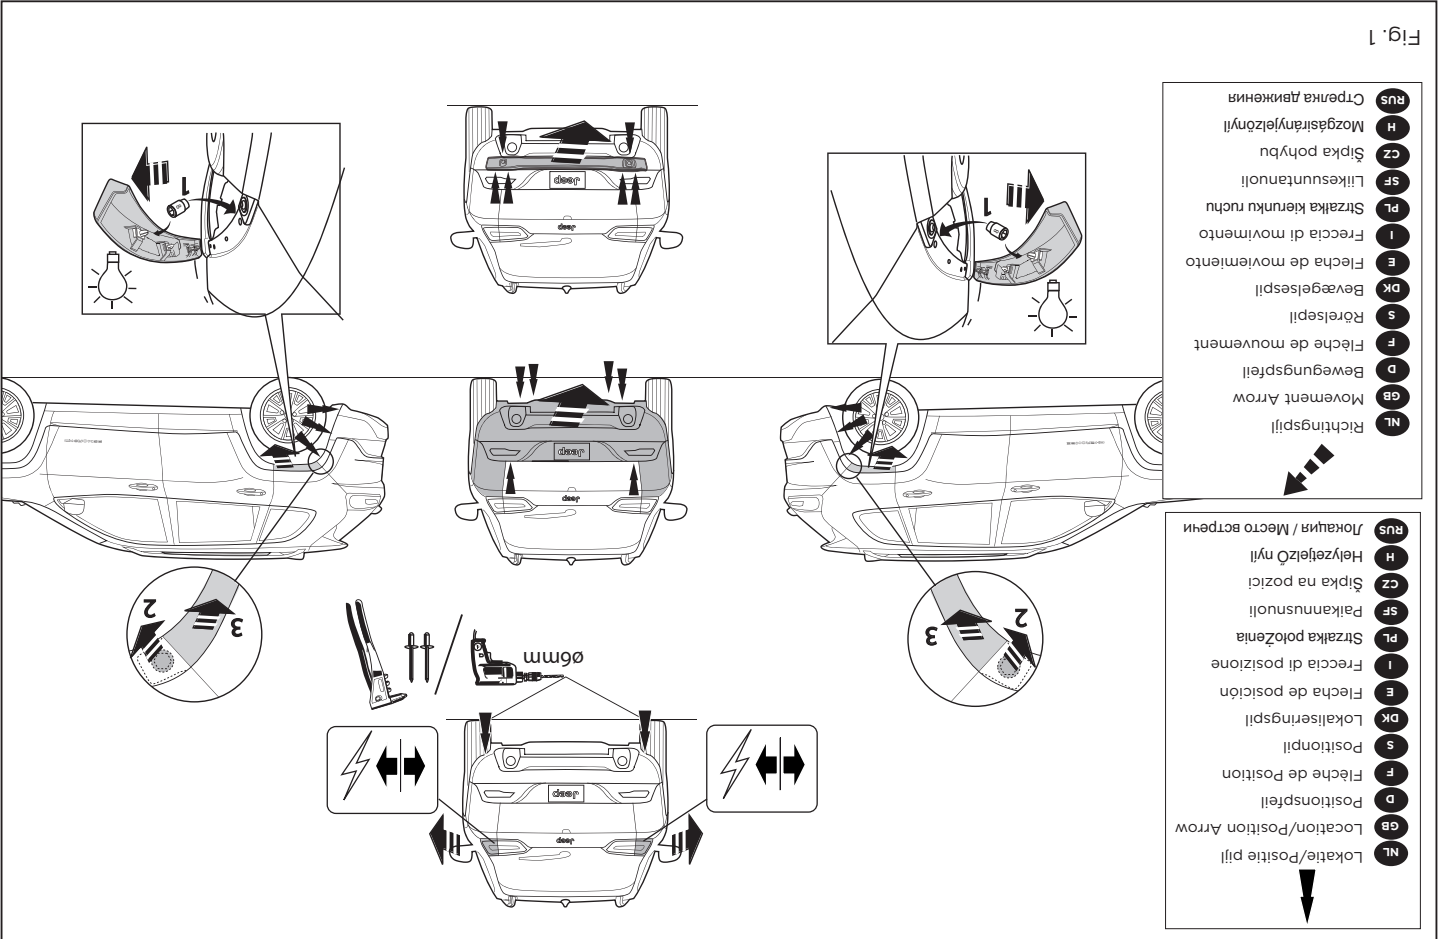

Fig. 1
needed. See figure 1.
1. Die Rücklichter abmontieren. Die Stoßstange einschließlich des stählernen Stoßbalkens vom Fahrzeug abmontieren. Der Stoßbalken wird nicht mehr benötigt. Siehe Abbildung 1.
1. Démonter les feux arrière. Déposer le pare-chocs du véhicule y compris la traverse en acier ; la traverse ne sera plus utilisée. Voir la figure 1.
1. Снять оба блока задних фар. Снять бампер вместе со стальным буферным брусом автомобиля. Буферный брус больше не понадобится. См. рисунок 1.
1. Demonter baglysenhederne. Demonter kofangeren, inklusive køretøjets stålstedbjælke. Denne bliver overflødig. Se fig. 1.